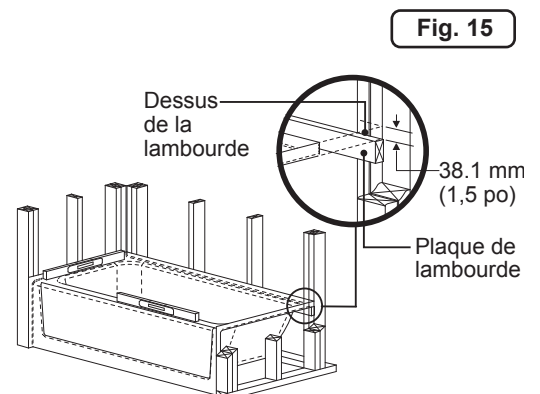

Fig. 15
2. Placez la baignoire dans l'alcôve, la jupe avant fermement sur le sol. La baignoire doit être droite. Pour le vérifier, utilisez un niveau sur les rebords des deux extrémités de la baignoire et sur le rebord anti-écoulement (Figure 15).
3. Après avoir mis la baignoire à niveau, marquez chaque montant (mur en béton ou bloc) immédiatement au-dessus de la bride horizontale à l'arrière. Retirez la baignoire de l'alcôve. Mesurez la distance entre le dessus de la bride horizontale à l'arrière et le bas du rebord de la baignoire, environ 40 mm (1 1/2 po). Marquez soigneusement cette dimension sur les montants à l'arrière (ou le mur), sous la première marque (Figure 15 – médaillon).
4. Installez une lambourde: Jacuzzi prévoit l'utilisation de dispositifs de soutien sous les bords à l'arrière des baignoires afin d'éviter qu'elles ne se déplacent. Utilisez une lambourde horizontale sur tout le long du rebord arrière ou des supports en « I », « T » à au moins deux endroits, en position verticale. Clouez une lambourde de 25 mm x 75 mm (1 po x 3 po) immédiatement sous les marques inférieures réalisées sur le cadrage (Figure 15 – médaillon).